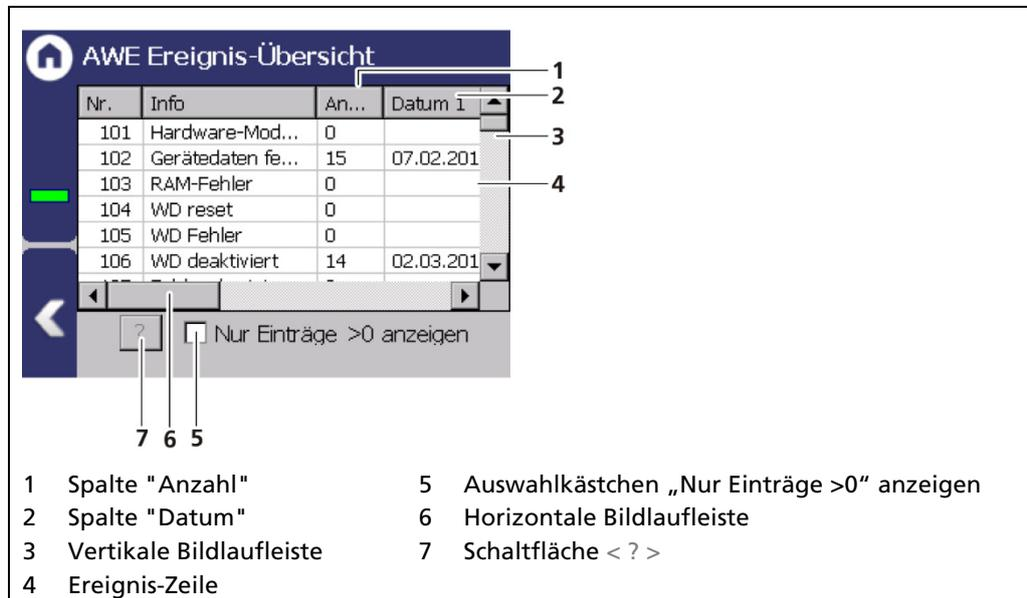

Abb. 139 AWE Ereignis-Übersicht
Im Fenster „Ereignis-Übersicht“ werden alle protokollierbaren Ereignisse chronologisch in tabellarischer Form dargestellt. Aktivieren Sie das Auswahlkästchen „Nur Einträge >0 anzeigen“ (Abb. 139, Pos. 5), um nur Ereignisse darzustellen, die aufgetreten sind.
1. Klicken Sie eine Zeile in der Liste (Abb. 139, Pos.4) an.
2. Klicken Sie auf < ? > (Abb. 139, Pos.7).
4. Schieben Sie den Balken der horizontalen Bildlaufleiste (Abb. 139, Pos. 6) nach rechts, um zu sehen zu welchen Zeitpunkten (Datum, Uhrzeit) das Ereignis aufgetreten ist.